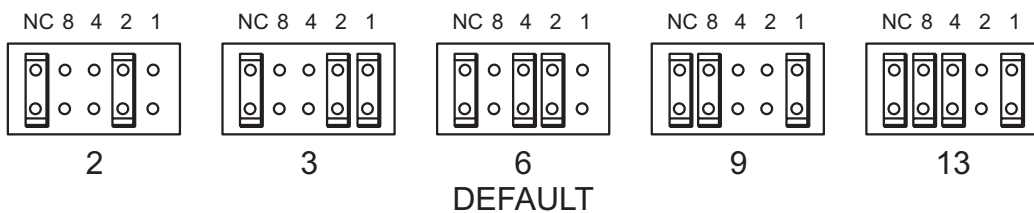

Figura 3a: verifica dell'ID SCSI
Per impostare l'ID SCSI, è necessario applicare dei ponticelli su una serie di pin posti sul retro dell'unità. Utilizzare delle pinzette per spostare i ponticelli in base allo schema corrispondente all'ID desiderato, come indicato nella figura 3a. Se non si installa nessun ponticello, il firmware imposterà l'ID SCSI su 6. Se invece si installano i ponticelli, è necessario impostare sempre quello a sinistra (NC).